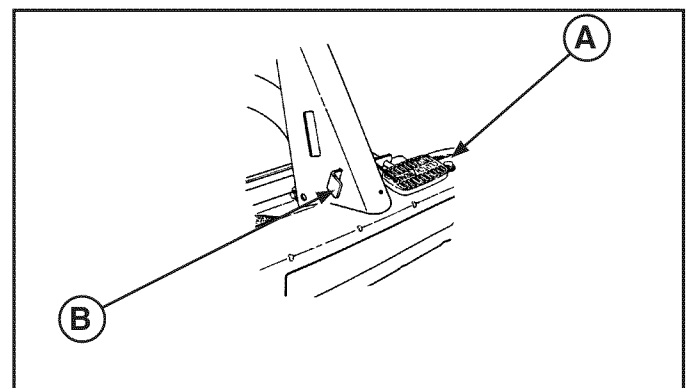

FIGURA 12
2. Para liberar el freno de estacionamiento, presione firmemente el pedal de embrague/freno (A, Figura 12). El enganche (B) del freno de estacionamiento se desenganchará automáticamente.